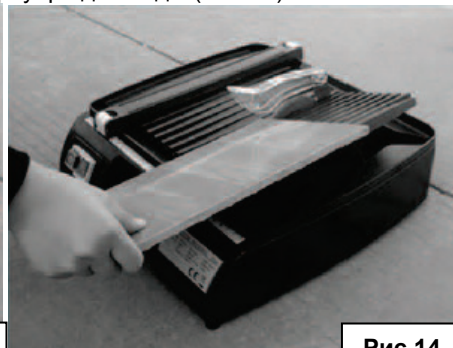

Рис.14
4. Чтобы установить угол 45°, поставьте соответствующие стопоры опорной планки на внутреннюю пластину резервуара для воды (Рис.14).